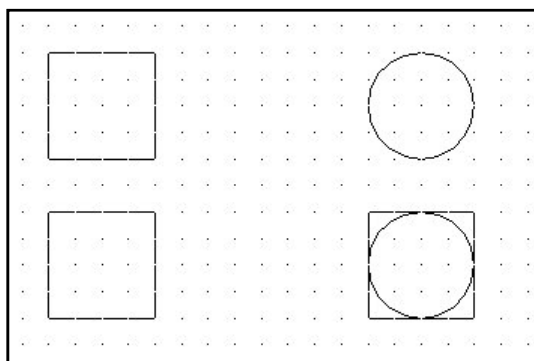

Рис. 2.
4. Вызовите команду *Стереть*. Выделите средний квадрат в нижнем ряду с помощью рамки, а равносторонний треугольник сверху с помощью секущей рамки. Для этого поместите квадратный маркер в область чертежа так, чтобы он не пересекал ни один объект, и выполните щелчок мышью. Этим вы обозначите угол рамки выбора. Переместите мышь вправо, и вы сформируете рамку. Выполните щелчок для фиксации второго угла рамки. Если перемещать мышь влево, сформируется секущая рамка. Удалите объекты, нажав клавишу <Enter> (см. Рис. 2). Затем с помощью команды *Ой* восстановите объекты.